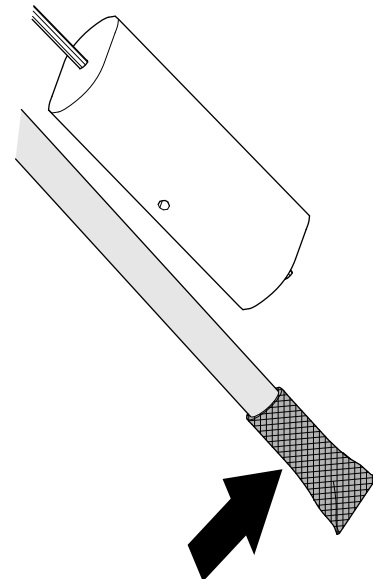

Bild 95
1. Reinigen Sie das Sieb am Ende des Kraftstoffzulaufschlauchs (Bild 95).